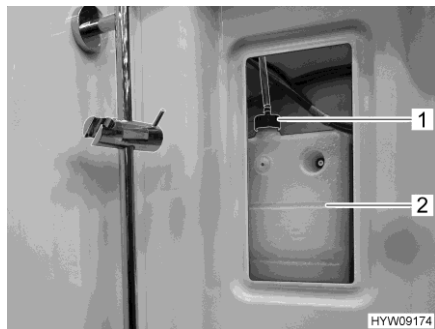
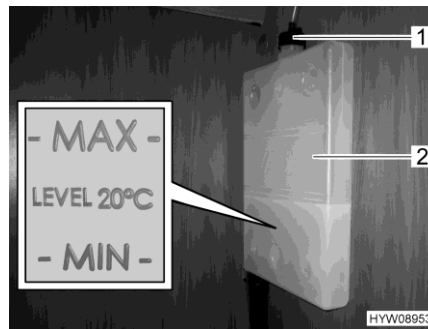

Bild 223 Expansionsbehållare
Bild 224 Markering "MIN/MAX"
- Ta bort skyddet för expansionsbehållaren (Bild 223,2) till höger uppe i duschen.
- Kontroll av vätskenivå utförs på expansionsbehållaren (Bild 224,2), nivå skall ligga mellan markeringarna "MIN" och "MAX" (Bild 224).
- Vredet (Bild 223,1 eller Bild 224,1) på expansionsbehållaren öppnas.